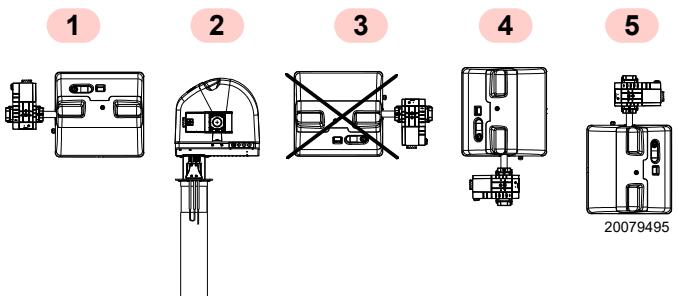

Abb. 7
- Der Brenner kann ausschließlich in den Stellungen **1, 2, 4 und 5** betrieben werden (Abb. 7).